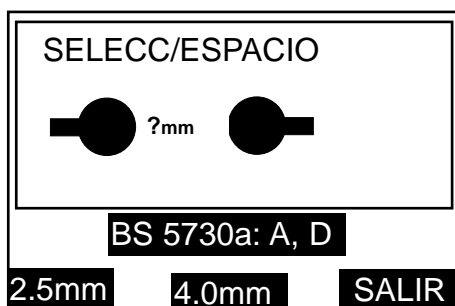

Figura 88. Pantalla de visualización de la selección de espacio de electrodo BS5730a.
4. La pantalla pasará a ser parecida a la figura 88. Pulse la tecla izquierda y central para seleccionar el ajuste de espacio de electrodo en 2,5 mm ó 4,0 mm. Pulsando SALIR se regresa a la subpantalla anterior.